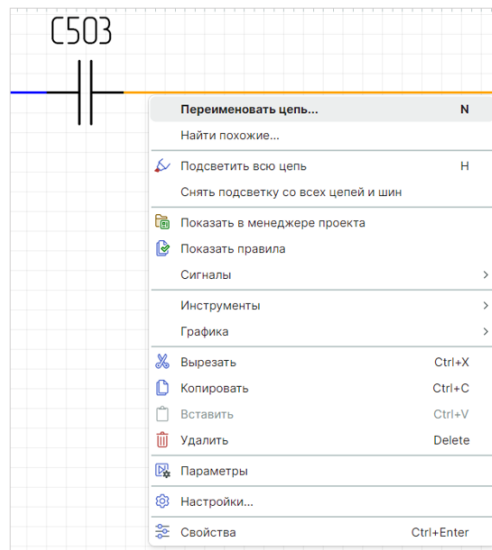

Рис. 110 Переход к переименованию цепи из контекстного меню
- Из контекстного меню цепи с помощью команды «Переименовать цепь», см. Рис. 110.